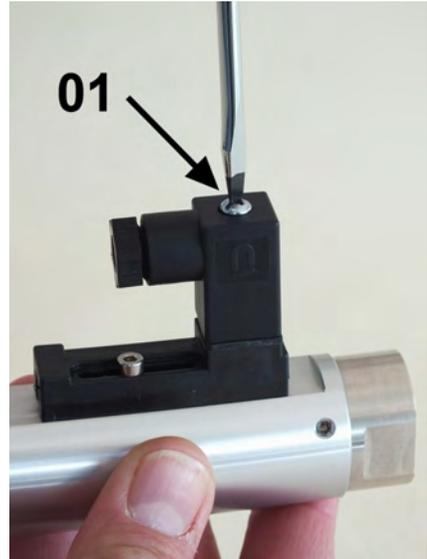

Abb. 21: Steckerdose lösen
1. ➤ Befestigungsschraube (Abb. 21/01) von der Steckerdose lösen
9. ➤ Steckerdose auf Gerätestecker stecken und Befestigungsschraube (Abb. 21/01) anziehen